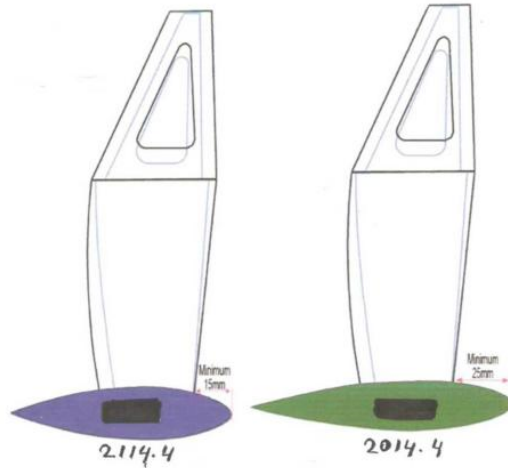

Abbildung 3: Schemazeichnung des Kiels (keine Anwendung in Deutschland)
- 3.9 Der Mindestabstand zwischen der Vorderkante des Kiels und der Vorderseite des Kielgewichts beträgt 15 mm für Ballast-MM und 25 mm für Kielgewicht-MM. (Abbildung 3)